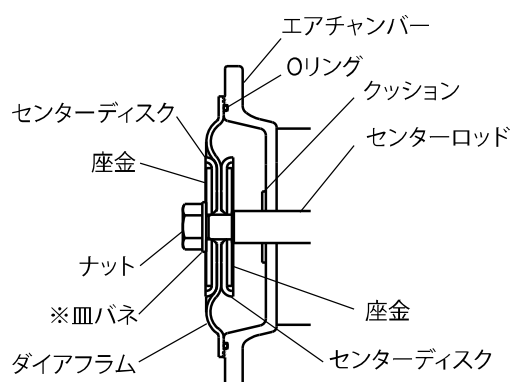

Fig.7
- ・Fig.7 を参照の上、組付けの順序、部品の方向に注意し各部品をセンターロッドに組付け、皿バネを入れてナットで固定してください。